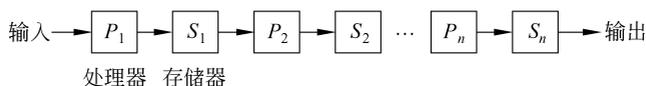

图 3.5 多处理器流水线示意图
② 功能部件级流水线 它也叫运算流水线(arithmetic pipeline),如加法流水线和乘法流水线等。
③ 多处理器流水线 它也叫宏流水线(macro pipeline)。这种流水线是由多个处理器通过存储器串行连接起来的流水线,如图 3.5 所示。